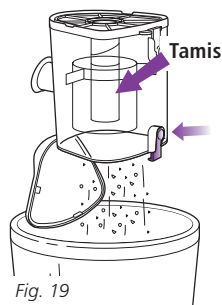

Fig. 19
- 3 Si nécessaire, mettre le récipient à poussière à l'envers au-dessus de la poubelle et presser le bouton de dégagement de la porte supérieure. (Fig. 19) Tapez doucement pour le vider.